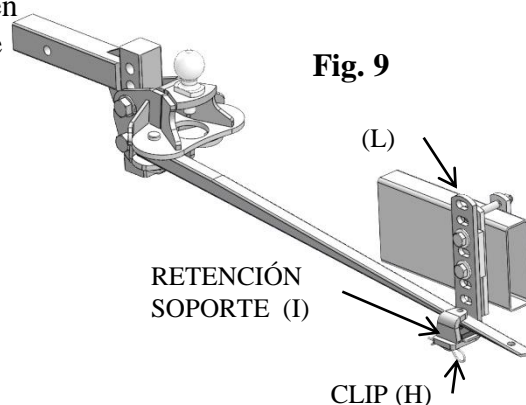

Fig. 9
- Coloque el soporte de retención de la barra de resorte (I) dentro del soporte en L (L) y asegure con un clip (H) como se muestra en la Fig. 9.
- Retire el clip de resorte (H) Fig. 9 del soporte de retención de la barra de resorte (I). Retire el soporte.